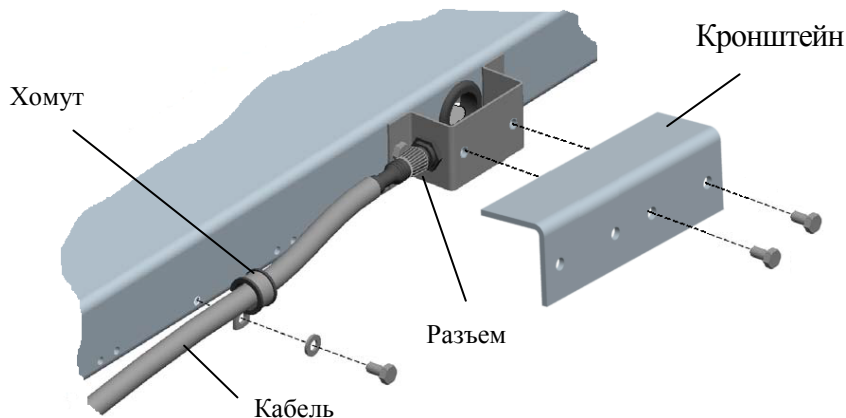

Рис. 5.2 - Подключение кабеля
5.7 Подключить к модулю кабель. Закрепить кабель хомутом и привинтить кронштейн (Рис. 5.2).